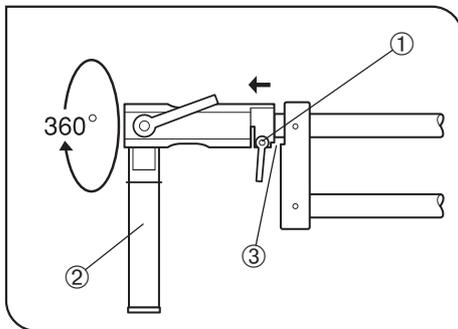

Abb. 22
7. Zum Drehen des Montageschafts ② um den horizontalen Schaft den Feststellhebel ① lösen. Wenn der Feststellhebel ① gelöst ist und das Distalende um 2 bis 3 mm herausgezogen wird, werden die Drehanschläge ③ gelöst. Nach dem Drehen des Montageschafts auf die gewünschte Position den Hebel gut anziehen, um den Montageschaft wieder festzustellen. (Abb. 22)
a. Den Feststellhebel für die horizontale Drehung des Schafts ① lösen, das Distalende des Arms um 2 bis 3 mm herausziehen und um 180° drehen, sodass der Montageschaft ② nach oben weist.
Anschließend das Distalende des Arms an die Drehanschläge anlegen und den Feststellhebel ① anziehen. (Abb. 22 & 23)